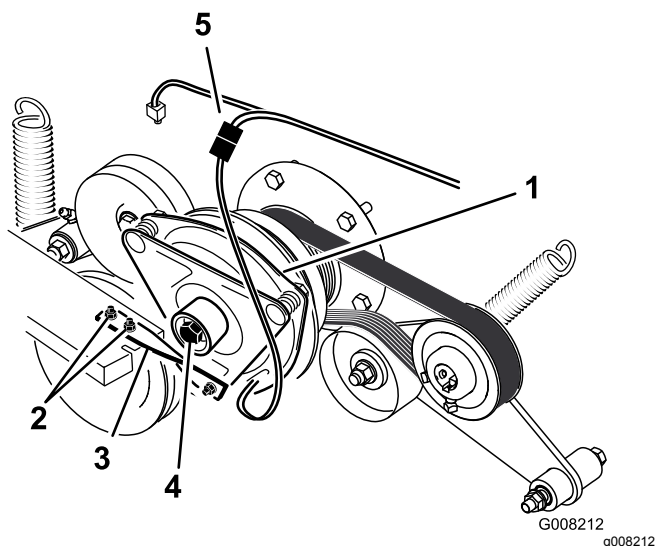

Bild 55
6. Schließen Sie den elektrischen Anschluss für die Kupplung ab (**Bild 55**).
7. Nehmen Sie die Schrauben ab, mit denen der Gummikupplungsriemen am Mähwerkrahmen befestigt ist (**Bild 55**).
8. Nehmen Sie die mittlere Schraube ab, mit denen die Kupplung an der Motorwelle befestigt ist, und entfernen Sie die Kupplung und den Schlüssel (**Bild 55**).
15. Halten Sie die Kurbelwelle an das Heck der Maschine und setzen Sie die mittlere Schraube ein. Ziehen Sie sie mit 68 N·m an (**Bild 55**).
16. Befestigen Sie den Gummikupplungsriemen mit den zwei vorher entfernten Schrauben und Muttern am Mäherrahmen (**Bild 55**).
18. Stecken Sie den elektrischen Anschluss für die Kupplung ein (**Bild 55**).